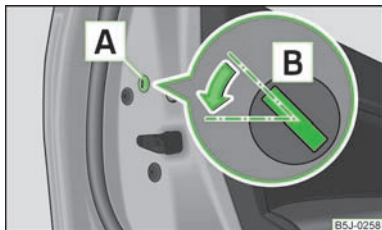

Fig. 13
- Desmonte a pala **A** » Fig. 13.